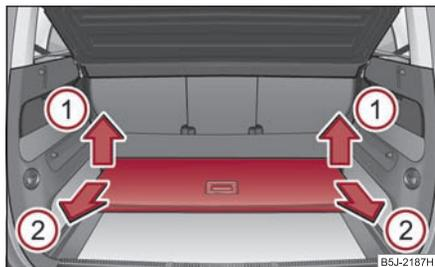

Fig. 83 Maletero: retirar el piso de carga variable
- Levante el piso de carga en el sentido de la flecha (1) ⇒ fig. 83 y sáquelo tirando de él en el sentido de la flecha (2) ⇒ fig. 83.